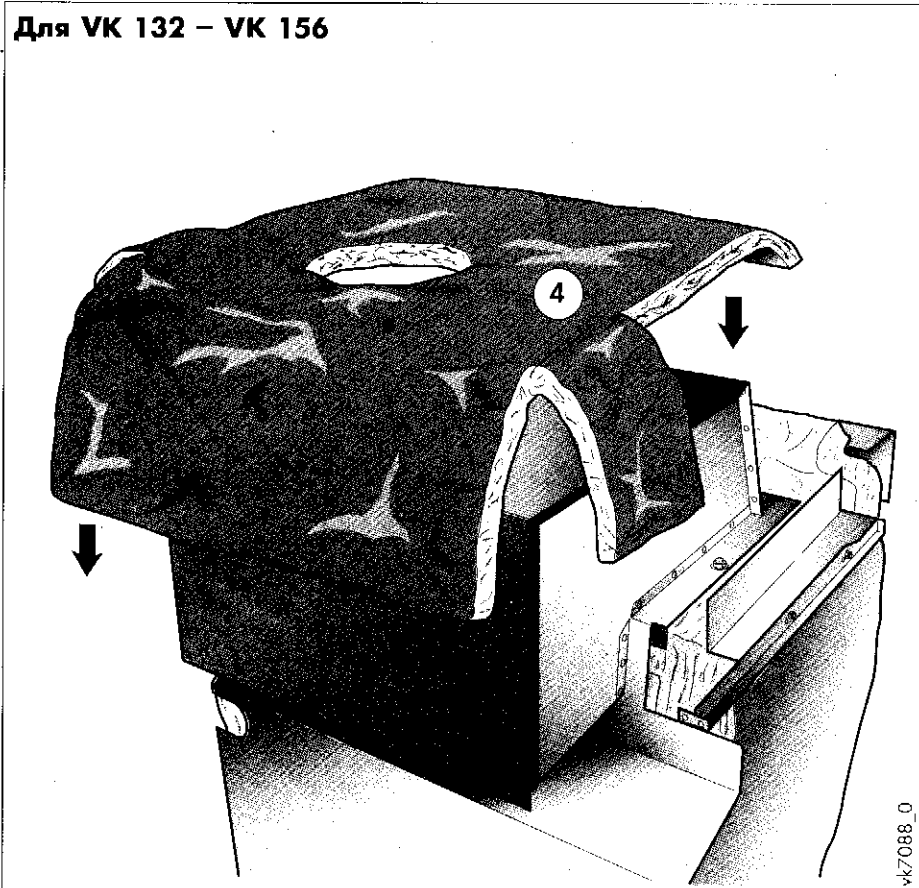

Рис. 9.2.7 Укладка теплоизоляции у котлов VK 132 – VK 156
- Теплоизоляцию (4) положите на предохранитель тяги.
- Загните теплоизоляцию назад и по бокам, как показано на рис. 9.2.7.